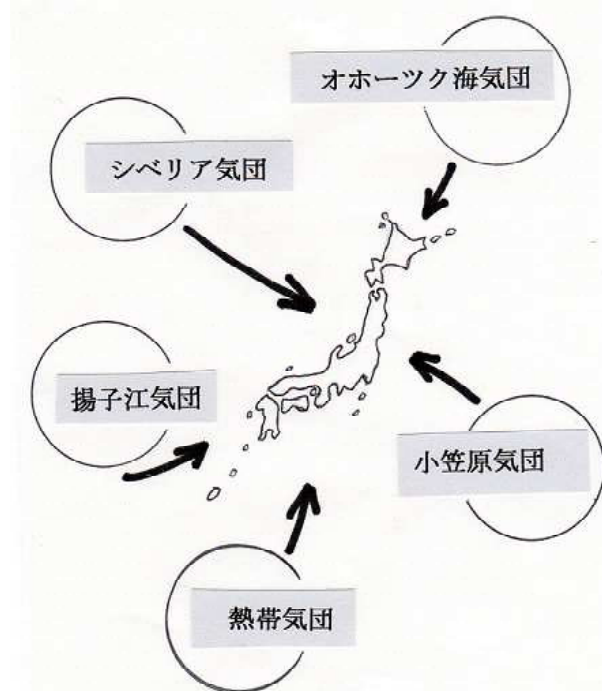

図1 高気圧 5つの気団
り南に位置したり、または通過したり停滞したりすると、これに応じた季節の巡り合わせが起こる。日本列島の周囲には、四季折々の気候に影響を与える強大な気団(高気圧)が五つある。すなわち、①シベリア気団、②オホーツク海気団、③小笠原気団、④揚子江気団、⑤熱帯気団である(図1)。